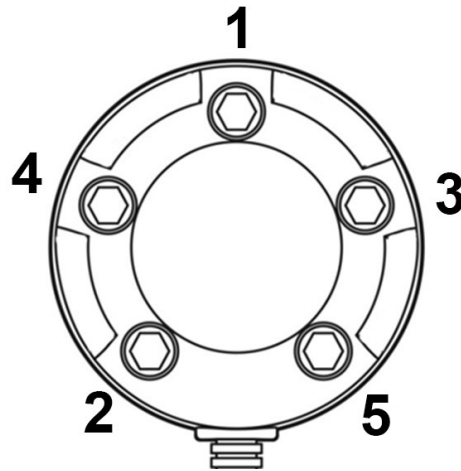

Рис. 58 - Последовательность затяжки элементов крепления модели MODEL 301F
- 4) Выполнить затяжку крепежных элементов с помощью гаечного ключа в последовательности 1-2-3-4-5 согласно Рис.58 для модели MODEL 301F и Рис.59 для модели MODEL 301R, контролируя момент затяжки во избежание прокручивания крепежных элементов. Момент затяжки при монтаже изделия с помощью самонарезающих винтов – 0,2 Н·м. Момент затяжки при монтаже изделия с помощью болтов – 0,6 Н·м.